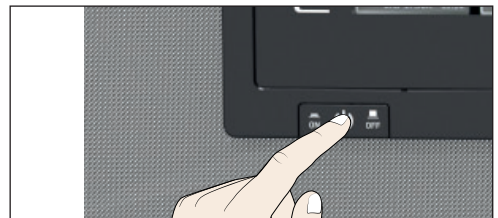

Abb. 23 Gerät ausschalten
4. Gerät am Hauptschalter ausschalten (Abb. 23).